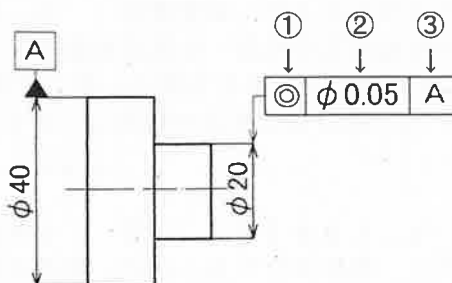

図 2
(2) 図 2 は、段付きの丸棒である。図 2 において指示されている①～③の意味として正しいものを【解答群】(ア)～(キ) からそれぞれ 1 つ選び、記号で答えよ。
① ◎ ② $\phi 0.05$ ③ A